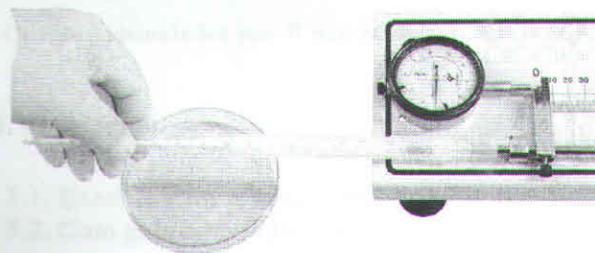

Figura 8
- **Ponto 1:** Coloque um termômetro dentro da mangueira de saída (deixe a marca 90 para fora) - **Figura 8.**